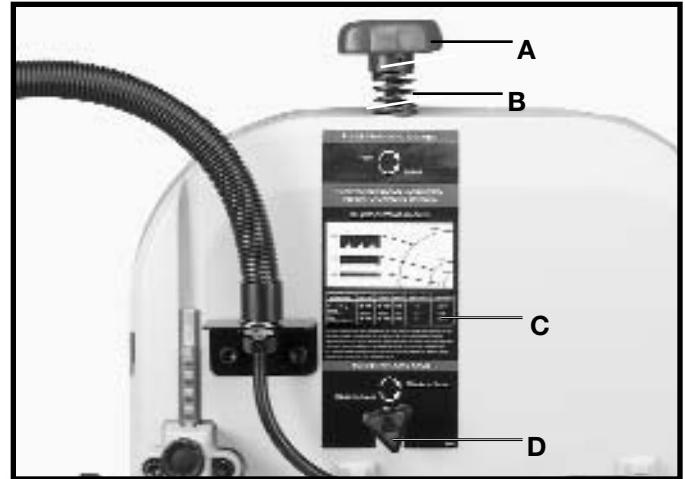

Fig. 19
1. Après l'assemblage de la lame aux deux roues, tourner le bouton de tension (A) fig. 19, en sens horaire jusqu'à ce que le ressort (B) commence à se comprimer.
2. Tourner le bouton de tension (A) fig. 19, 2 1/2 tours supplémentaires pour les lames de 3,2 mm (1/8 po) de largeur, 3 tours pour celles de 6,4 mm (1/4 po) et 4 tours pour les lames de 9,5 mm (3/8 po).
3. Un tableau (C, fig. 19) est situé à l'arrière de la scie à lame ruban. Ce tableau montre la taille de lame et le rayon minimum à couper avec chaque taille de lame.
4. S'il faut un réglage, tourner UN PEU le bouton d'alignement de la lame (D) fig. 19, en sens horaire pour déplacer la lame vers l'arrière, et en sens antihoraire pour déplacer la lame vers l'avant.